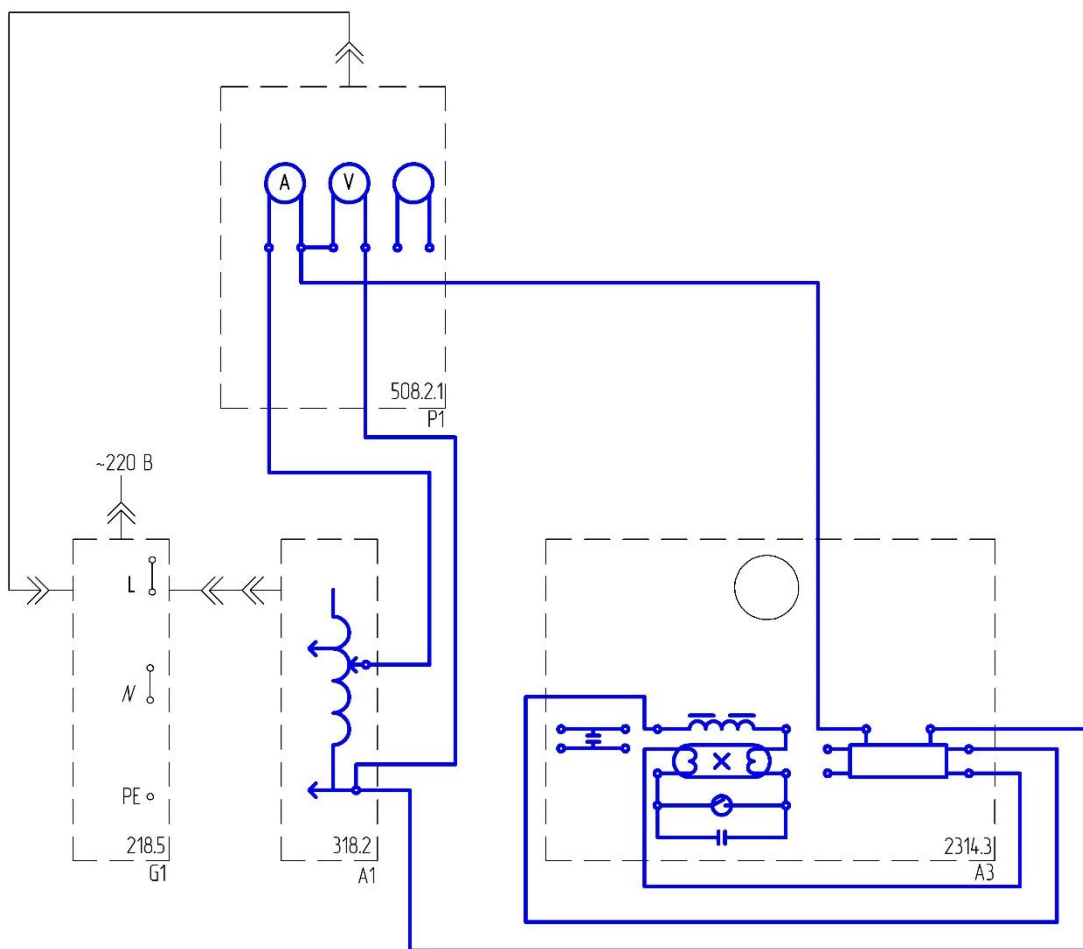

Рис.2.6.
- Соедините аппаратуру в соответствии со схемой электрической соединений, приведенной на рис.2.6.